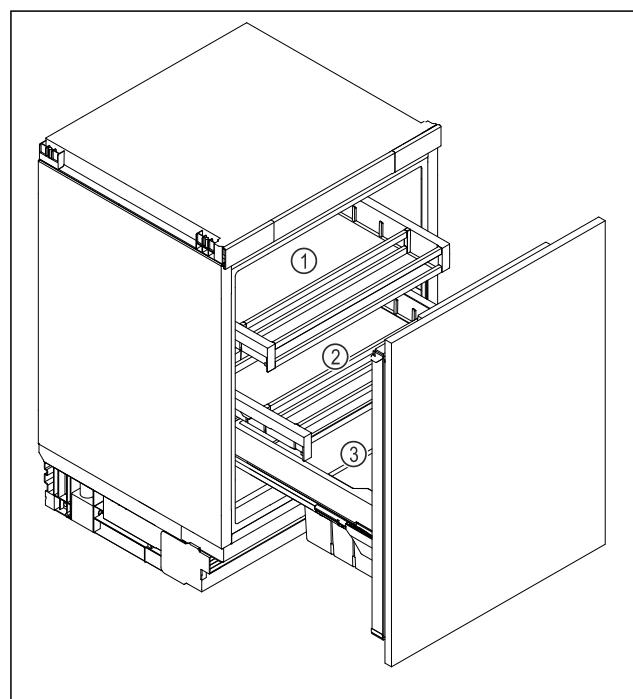

Fig. 6 Примерное изображение
- Верхний выдвижной ящик Fig. 6 (1): Храните масло, сыр, консервы и тюбики.
- Нижний выдвижной ящик Fig. 6 (2): Храните скоропортящиеся продукты, например, готовые блюда, рыбу, мясные и колбасные изделия.
- Ящик для овощей и фруктов Fig. 6 (3): Храните фрукты и овощи в упаковке.
- Секция для напитков Fig. 6 (3): Храните отдельные бутылки.